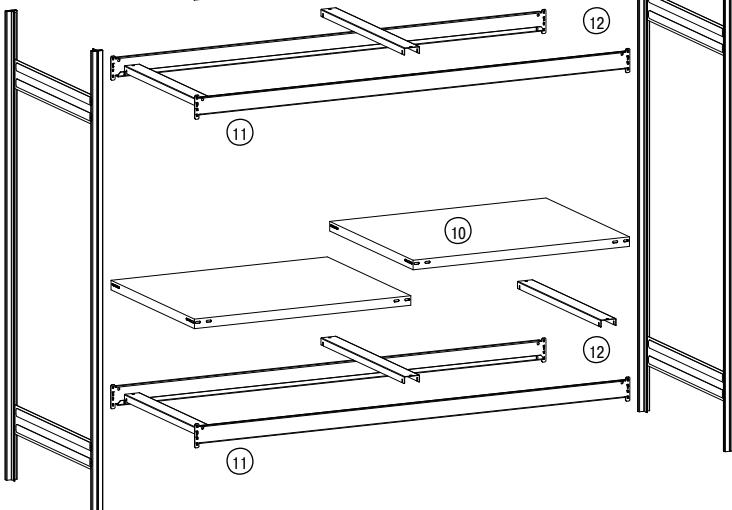

Fig. 9
**E** Instalar dos marcos de soporte a distancia de travesaño. Colgar por pares los travesaños de los estantes grandes y asegurarlos con los pasadores de seguridad (Fig. 9).
**I** Disporre due telai di supporto nello spazio previsto per le traverse. Incardinare le traverse a grandi ripiani a coppie e fissarle con le spine di arresto (fig. 9).
**PL** Ustawić dwie ramy nośne w odstępie równym długości poprzeczników. Zawiesić parami poprzecznice i unieruchomić je przy pomocy kołków zabezpieczających (rys. 9).